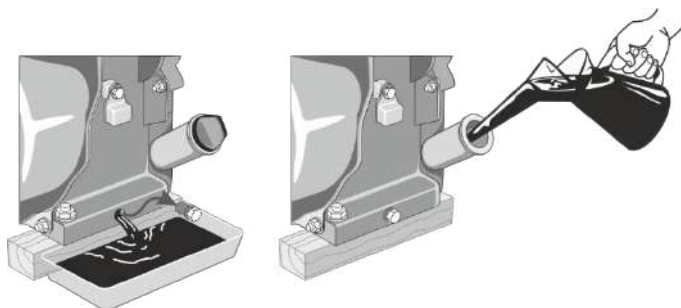

Рисунок 15. Схема заміни моторного мастила.
6.4.1. Порядок заміни моторного мастила (рис. 15).